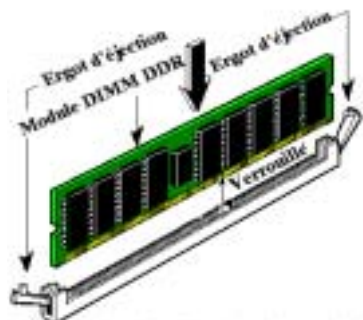

Figure 2-5. Installation du module mémoire DDR
- Etape 5.** Insérez le module mémoire dans le socket DDR DIMM comme illustré dans l’illustration. Notez comment le module est maintenu dans le socket. Vous pouvez vous référer à la figure 2-5 pour les détails. *Ceci assure que le module DDR DIMM ne pourra être inséré que dans un*